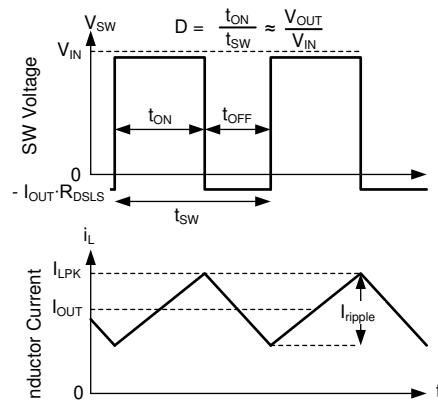

図 7-20. 連続モード (CCM) における SW 電圧とインダクタ電流の波形
LM6x4xx-Q1 の以下の動作の説明は、セクション 7.2 と 図 7-20 の波形を参照しています。両方とも、内蔵ハイスайд (HS) およびローサイド (LS) NMOS スイッチを各種デューティ サイクル (D) でオンにすることで、制御された出力電圧を供給します。HS スイッチのオン時間の間、SW 端子の電圧 (V_{SW}) は V_{IN} の付近までスイングし、インダクタ電流 (i_L) は線形的な傾きで増加します。HS スイッチは、制御ロジックによってオフにされます。HS スイッチのオフ時間 (t_{OFF}) の間、LS スイッチはオンにされます。インダクタ電流は LS スイッチを通して放電され、LS スイッチの両端の電圧降下によって V_{SW} をグランドより低い電圧まで強制的にスイングさせます。一定の出力電圧を維持するため、レギュレータ ループはデューティ サイクルを調整します。D は、HS スイッチのオン時間をスイッチング周期で割った値として次のように定義されます。 $D = T_{ON} / (T_{ON} + T_{OFF})$ 。